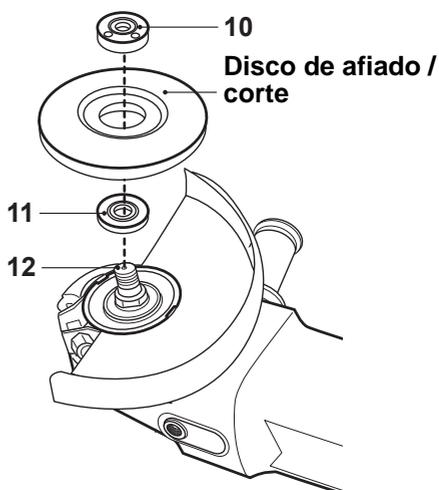

Fig. 13
> Coloque o disco no veio com a etiqueta virada para o produto. O orifício do disco, ao ser colocado no veio, deve encaixar firmemente na secção de relevo do flange de apoio (11) (Fig. 13).